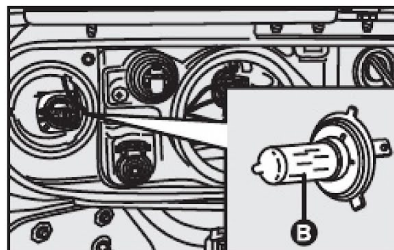

fig. 19
### FARÓIS BAIXOS - fig. 19
- Extrair a lâmpada **B-fig. 19** e substituí-la;